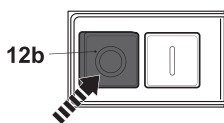

Fig. 22
- > Pressione o interruptor de desligado "O" (12b) para desligar o produto (Fig. 22).